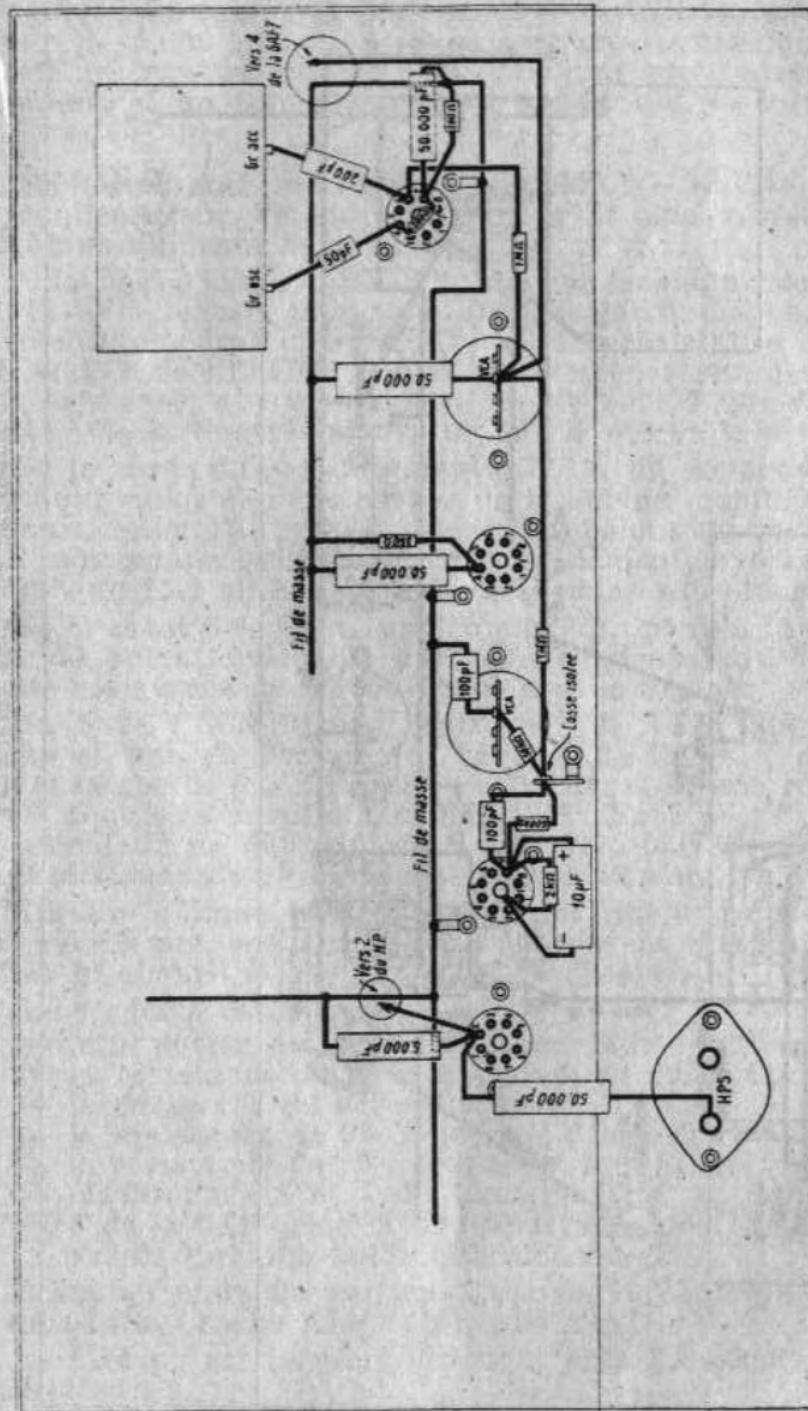

FIG. 44. — Second stade de câblage
**Second stade de câblage (fig. 44).** — En 7 de l'ECH 42, un condensateur de 50.000 et une résistance de 200 qui vont à la masse, et une résistance de 20 K qui va en 4 ; de là un condensateur de 50 qui va à GR OSC du bloc d'accord.